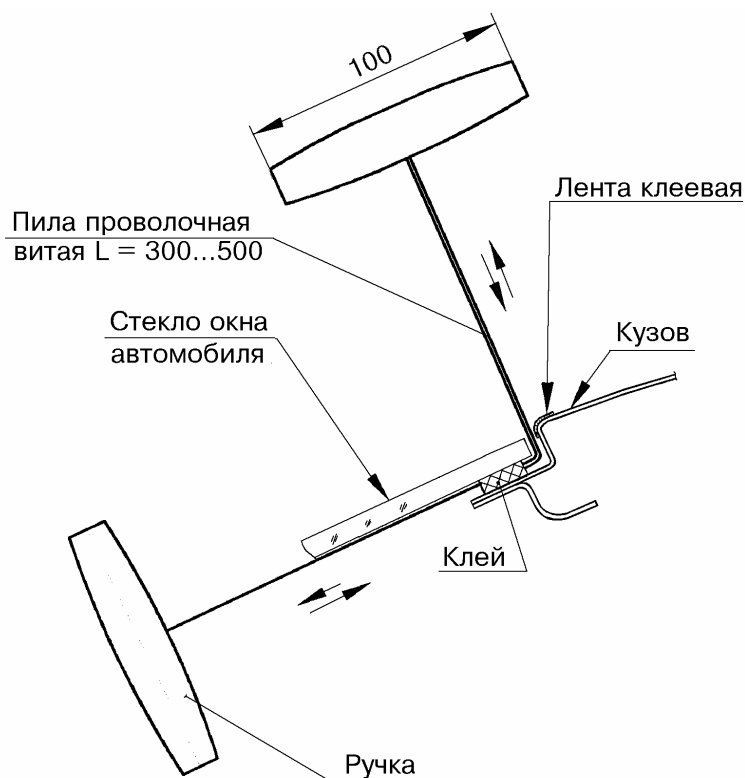

Рис.21. Приспособление 67.50.019 для разрезания клеевого соединения стекол автомобиля.
12.1.4 Защитить лакокрасочное покрытие кузова в зоне, прилегающей к ветровому (заднему или боковому) стеклу от повреждения при разрезании клеевого шва, как показано на рис.21 (лента клеевая).